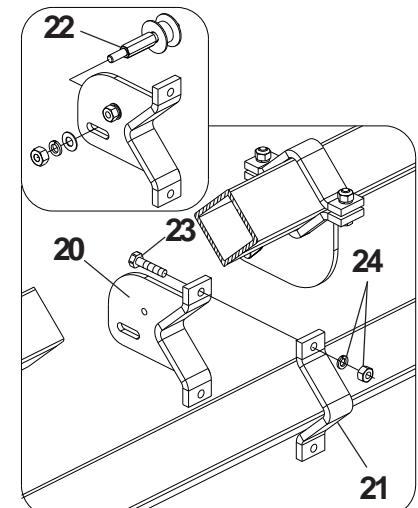

FIGURAS 09
MONTAGEM SISTEMA PLANTADEIRA (FIGURAS 09)
- 1 - Fixe os mancais compensadores (1) no chassi da semeadora com parafuso (2), arruelas e porcas (3). Os suportes (4) e braçadeira (5) na vida (6) do montante com parafuso (7), arruelas e porcas (8);
- 2 - Coloque no eixo sextavado (9) bucha (10) e engrenagens (11);
- 3 - Com o suporte dos mancais montado encoste os mesmos nas pontas do eixo sextavado e trave com contrapino (12). **Figuras 09.**